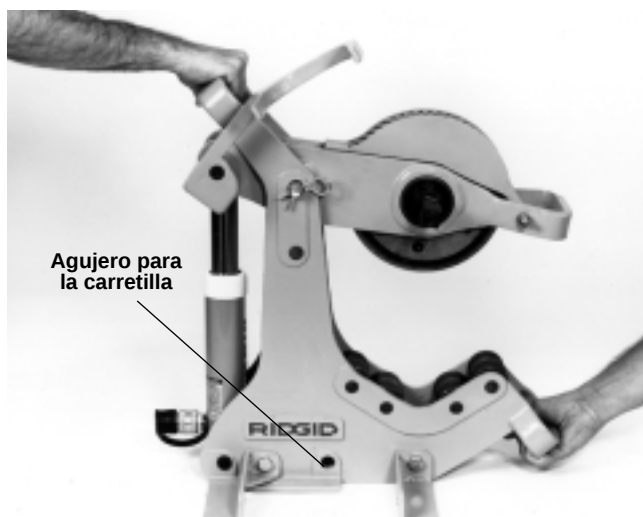

Figura 14 – Asideros para el transporte
1. Los modelos 258 y 258XL cuentan con asideros en la parte superior trasera y en la inferior delantera del bastidor para su transporte (*Figura 14*). No use el mango del brazo de pivote para transportar el aparato porque se puede dañar el cilindro hidráulico.
Con el fin de facilitar el transporte del aparato, se encuentra disponible como accesorio una carretilla de dos ruedas. Esta carretilla para el transporte (vea el Catálogo RIDGID para pedidos) sirve tanto para el Modelo 258 (2½ a 8 pulg.) como para el 258XL (8 a 12 pulg.). El Cortatubos se monta fácilmente a la carretilla empleando una abrazadera en forma de “J” en el asidero superior del bastidor del aparato y una clavija de sujeción insertada en el agujero correspondiente en el bastidor (*Figura 14*).